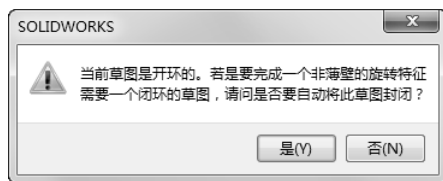

图 6-113 询问对话框
6) 旋转生成实体。单击“特征”控制面板中的 (旋转凸台/基体) 按钮, 在弹出的询问对话框中单击“否”按钮, 如图 6-113 所示。